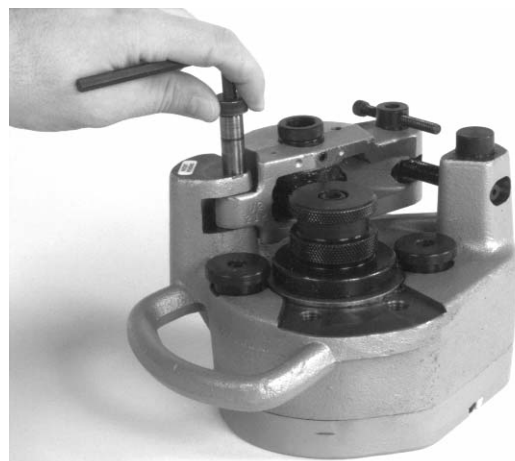

Figura 14 – Extracción del tornillo de tope
2. Extraiga el tornillo de tope que retiene al brazo de reacción contra el alojamiento principal con una llave hexagonal de $\frac{1}{4}$ pulg. (Figura 14).